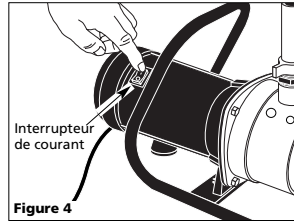

Figure 4
- Placer l'interrupteur de la pompe à la position 'On' (marche) (voir figure 4). Si la pompe ne pompe pas